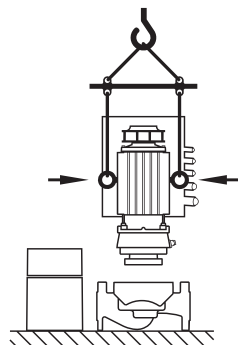

Fig. 9: Moottorin kuljetus
- Tarpeen vaatiessa, esim. kun kyseessä on korjaus, kuljetussilmukat voidaan siirtää moottorilaipasta moottorin koteloon (katso esim. Fig. 9). Ennen kuljetussilmukoiden asentamista moottorin koteloon välitteet on irrotettava kuljetussilmukoiden aukoista (Fig. 7, pos. 20b) (katso luku 10.2.1 "Liukurengastiivisteen vaihto" sivulla 106).
- Jos kuljetussilmukat on siirretty tai ne siirretään moottorilaipasta moottorin koteloon, niitä saa käyttää vain moottori-juoksupyöräyksikön (Fig. 9) kantamiseen tai kuljettamiseen, mutta ei kokonaisen pumpun kuljettamiseen eikä moottori-juoksupyöräyksikön irrottamiseen pumpun pesästä.